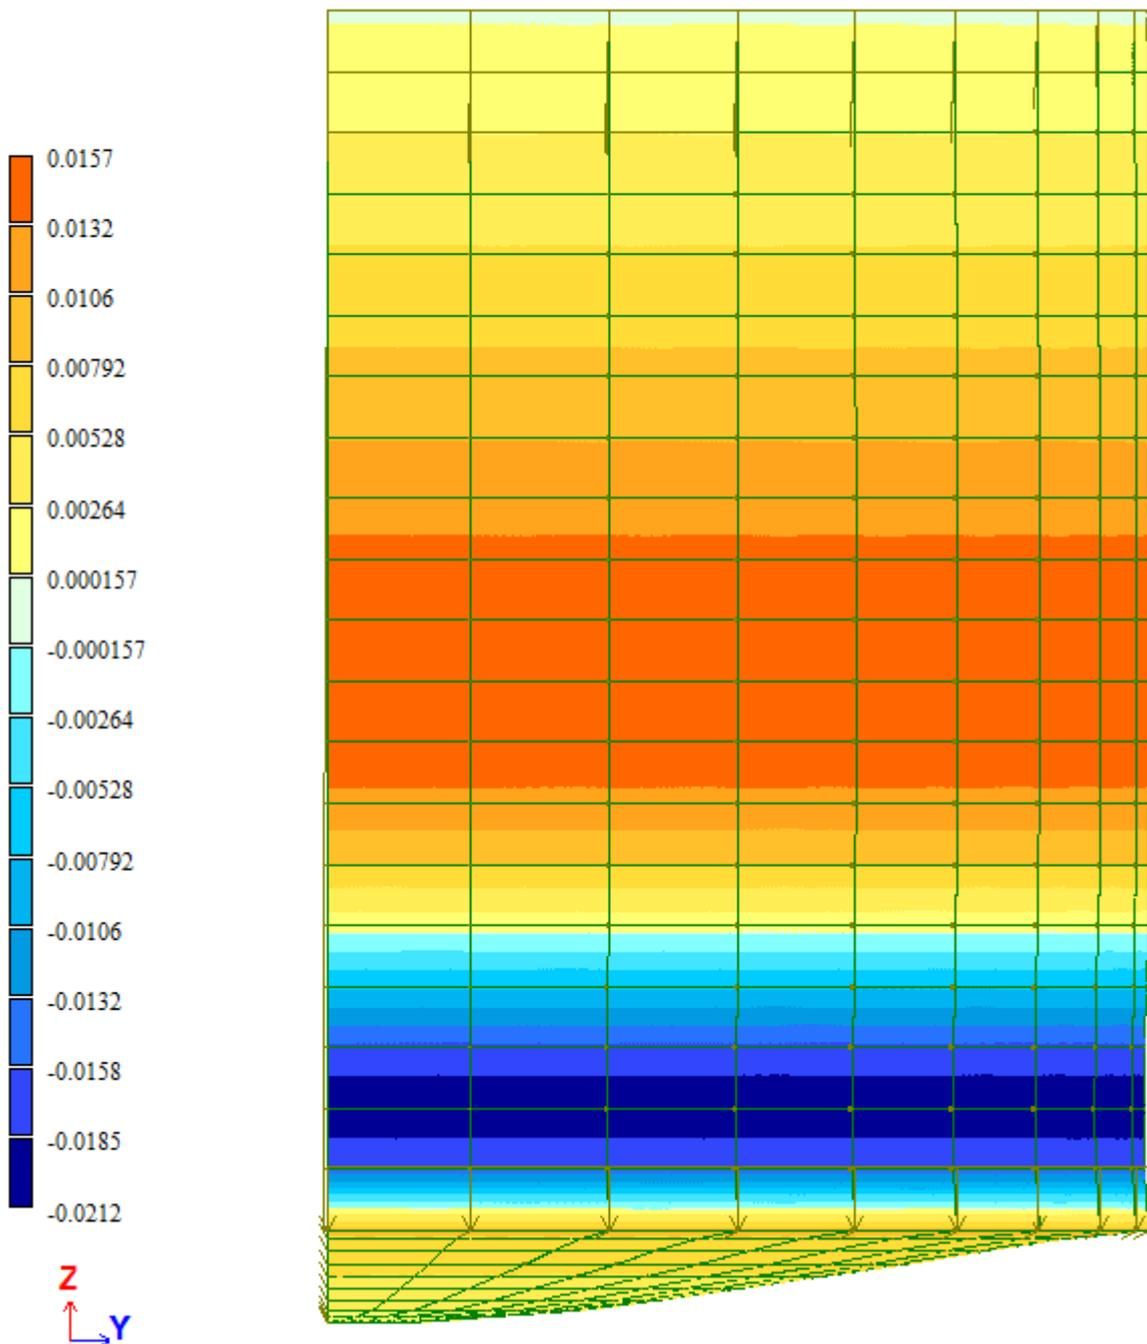

Рис.6.18. Изополюс перемещений по направлению локальной оси X в элементах стенки резервуара
- Для представления расчетной схемы в проекции на плоскость YOZ (рис.6.18), щелкните по кнопке